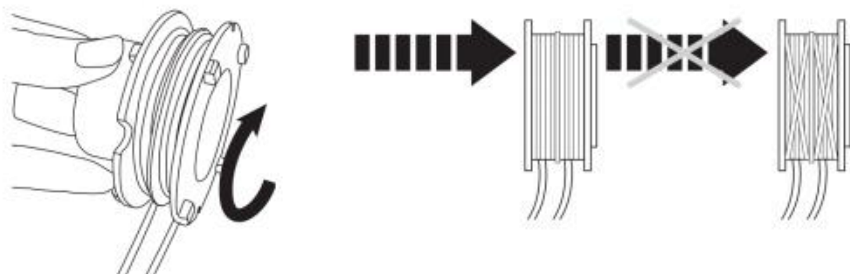

Fig. 66
3. Enrolle los hilos en sentido horario firmemente alrededor del carrete, asegurándose de que estén correctamente colocados en la guía correspondiente. (Fig. 66)